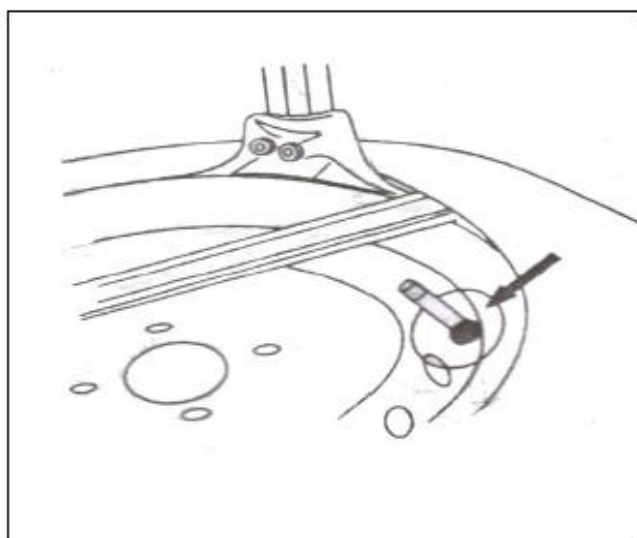

РИС. 20
4.1.4 С помощью рычага продолжайте демонтаж, пока кромка не достигнет выступа инструмента для демонтажа (РИС.20). Нажмите педаль поворотного стенда (Рис.2-8), чтобы повернуть поворотный стенд по часовой стрелке, пока вся кромка не будет отделена полностью. При работе с колесом с камерой, чтобы избежать повреждения камеры, при демонтаже нужно держать выпускное отверстие шины в 10 см от правой стороны инструмента для демонтажа.